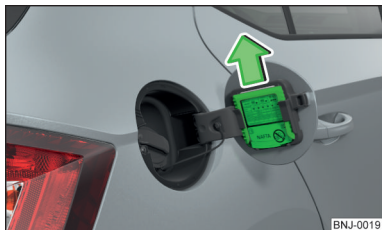

Fig. 163
- > Spingere fuori il raschietto nella direzione indicata dalla freccia » fig. 163.